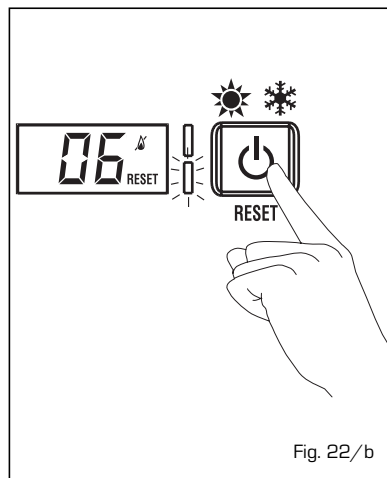

Fig. 22/b
- ANOMALIA FUNZIONE TERMOSTATO SICUREZZA/LIMITE "AL 07" (fig. 22/c)